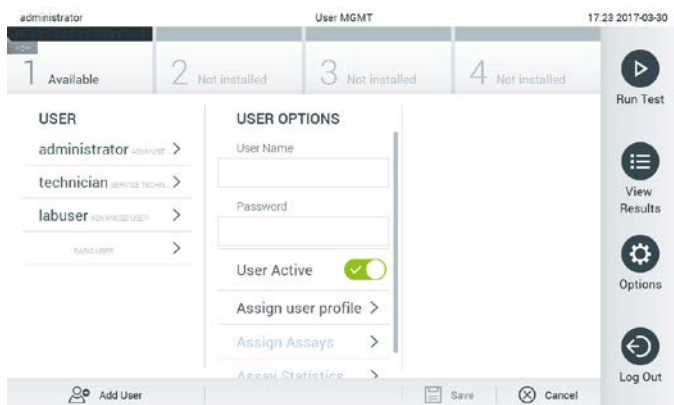

Рис. 56. Добавление нового пользователя.
1. Нажмите на кнопку **Options** (Опции), а затем на кнопку **User Management** (Управление пользователями), чтобы настроить конфигурацию для пользователей. В области содержимого на дисплее отобразится экран «User Management» (Управление пользователями) (рис. 56).